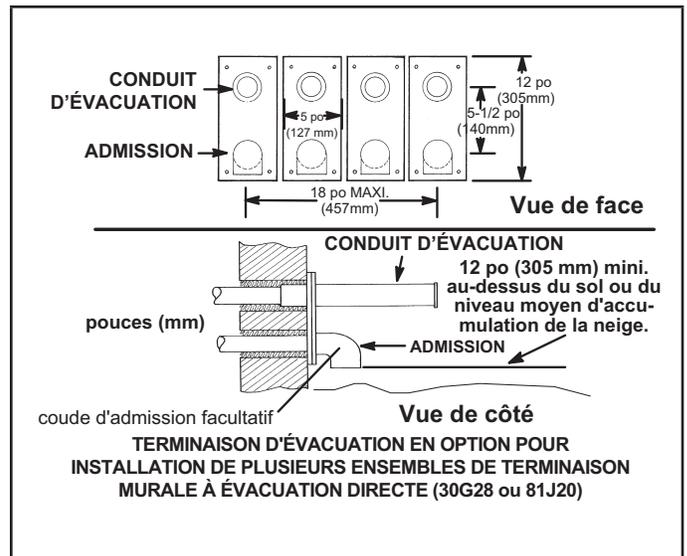

FIGURE 41
- 8 - Une installation composée de plusieurs générateurs peut être reliée à un groupe de quatre terminaisons ou moins assemblées à l'horizontale, comme illustré à la FIGURE 41.